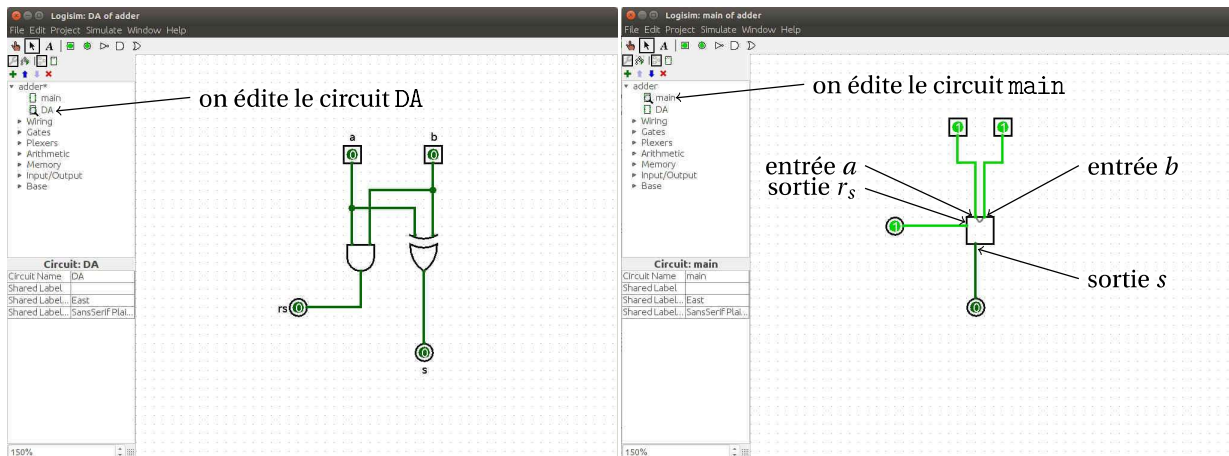

FIGURE 2 – Création (à gauche) et instantiation (à droite) du circuit DA.
- 1) Commencez par créer un circuit DA : pour cela vous pouvez faire **Project** → **Add circuit**, puis donner son nom au circuit. Assurez vous que vous éditez bien le circuit DA, en double-cliquant sur son nom : une loupe doit apparaître dessus. Réalisez le circuit représenté à gauche sur la Figure 2.
- 2) On crée une instance de DA dans le circuit principal : éditer le circuit **main** en double-cliquant sur son nom. Ensuite, déposez une instance de DA comme vous l'avez déjà fait pour des composants de la bibliothèque, et complétez le circuit comme indiqué à droite sur la Figure 2. Notez que l'on retrouve les entrées (a, b), et les sorties (r_s, s), « disposition » que lors de la création du circuit : vous pouvez faire s'afficher leurs noms en passant le pointeur dessus.